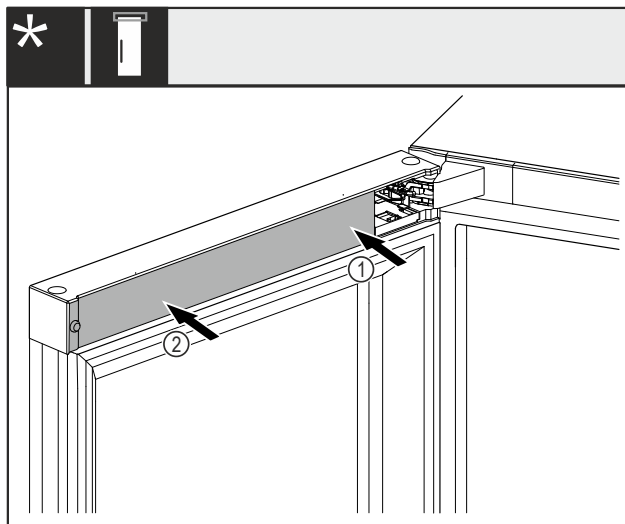

Fig. 50 *
- ▶ Coloque primero la cubierta Fig. 50 (1) en el lado del soporte del cojinete y encájela.*
- ▶ Coloque la cubierta Fig. 50 (2) en el lado exterior y encájela.*